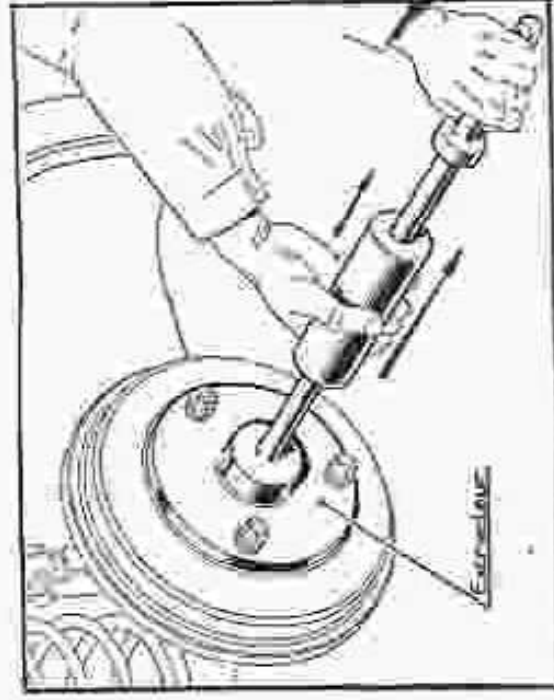

Fig. 18. — Extracteur à inertie pour arbres de roues (repère 6782-02).
- Fixer l'extracteur à inertie 6782-02 au moyeu des 2 écrous de roue (fig. 18).